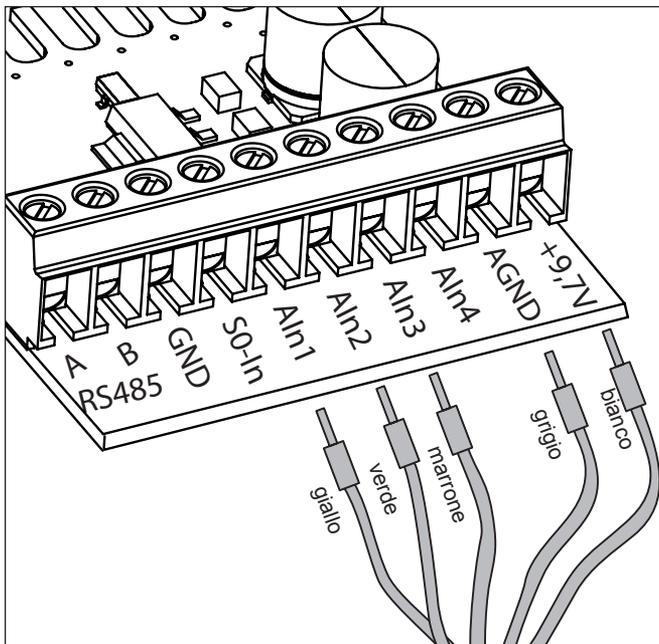

Fig. 7 Allacciare il cavo di collegamento del PIKO Sensor alla scheda elettronica dell'adattatore
- ▶ Allacciare il cavo di collegamento del PIKO Sensor alla scheda elettronica dell'adattatore (vedere fig.7 e tabella 2).